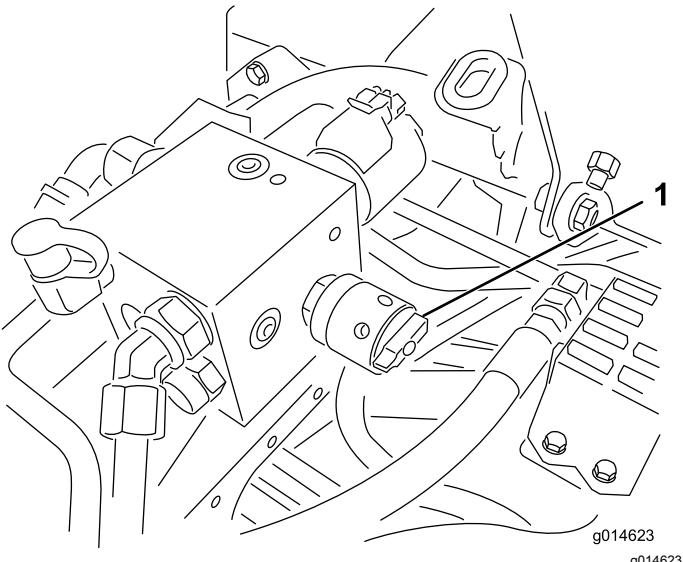

Figure 38
4. Pour régler la vitesse des cylindres, tournez le bouton (Figure 38) jusqu'à ce que la flèche soit en face du numéro correspondant au réglage voulu.